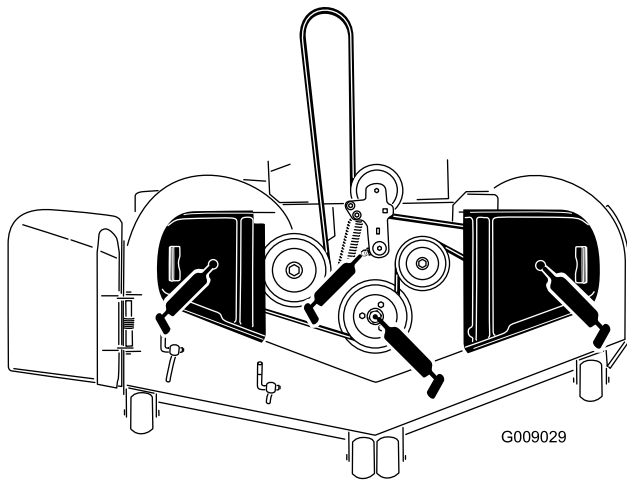

Figura 42
3. Engrase el pivote de la polea tensora de la carcasa del cortacésped hasta que salga grasa por el extremo inferior (Figura 42).
5. Máquinas con carcasas de 183 cm (72") solamente: engrase los tres cojinetes de los ejes hasta que salga grasa de las juntas inferiores (Figura 42).
6. Engrase el brazo tensor de la correa de transmisión (Figura 42).